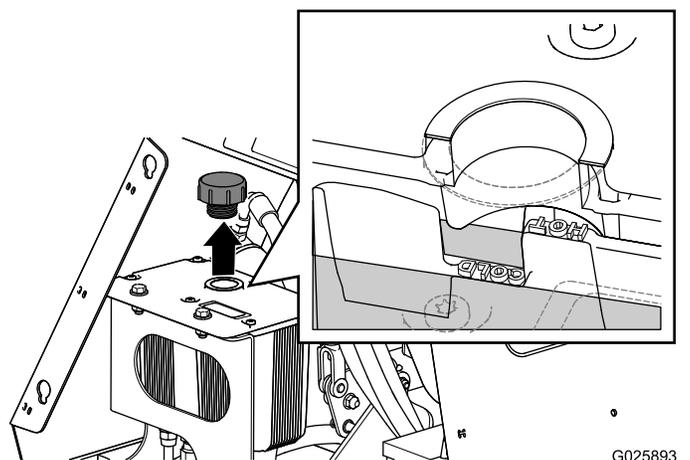

Figura 54
5. Limpie la zona alrededor del tapón del depósito hidráulico (Figura 54).
6. Retire el tapón y compruebe el nivel de fluido hidráulico del depósito (Figura 54).
7. Si es necesario, añada fluido hidráulico del tipo especificado al depósito hasta que el fluido cubra el nivel **Cold** en el tabique (Figura 54).
8. Vuelva a colocar el tapón del depósito de fluido hidráulico y apriételo hasta que quede firme (Figura 54).